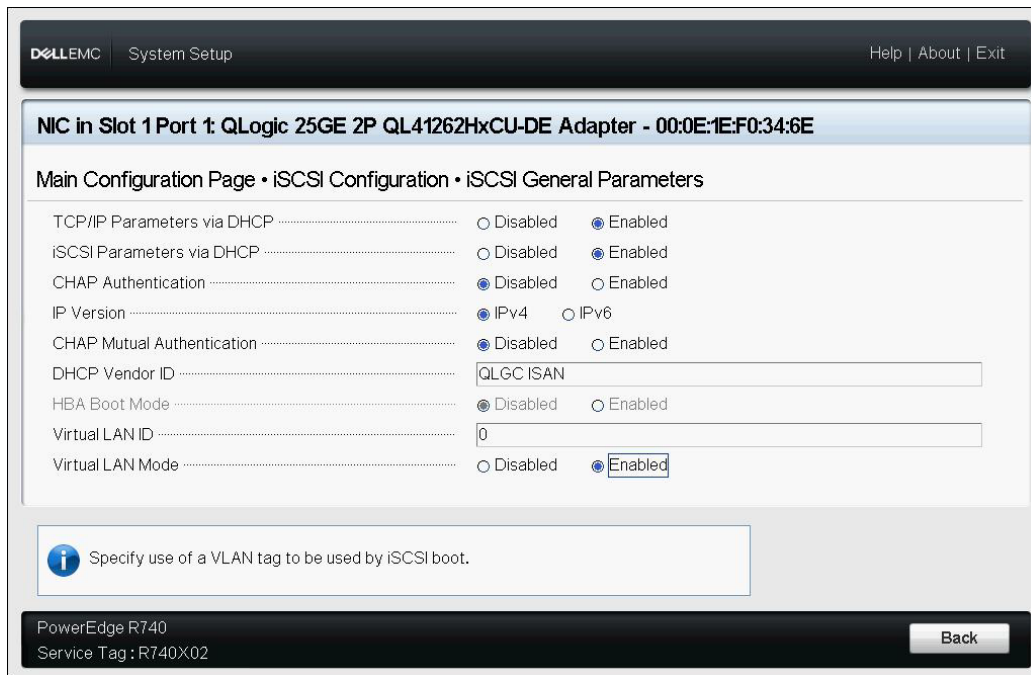

Ilustración 6-14. System Setup: iSCSI General Parameters (Configuración del sistema: Parámetros generales iSCSI)
- En la página iSCSI General Parameters (Parámetros generales iSCSI), establezca las siguientes opciones, tal como se muestra en la Ilustración 6-14: